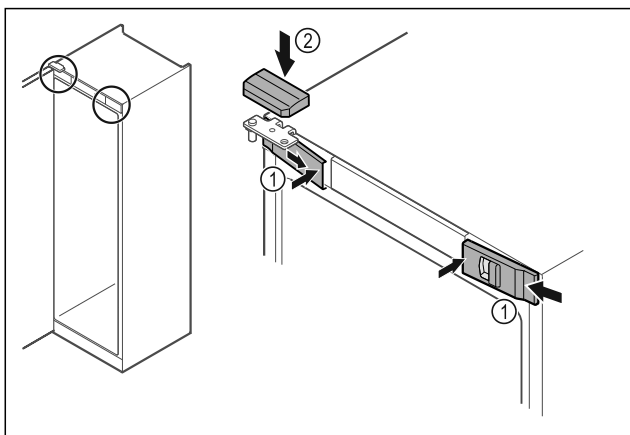

Fig. 50
- Aizkabiniet sānos priekšējos pārsegus Fig. 50 (1) un iekšpusē nofiksējiet.
- Nofiksējiet augšējo pārsegu Fig. 50 (2) no augšpuses.